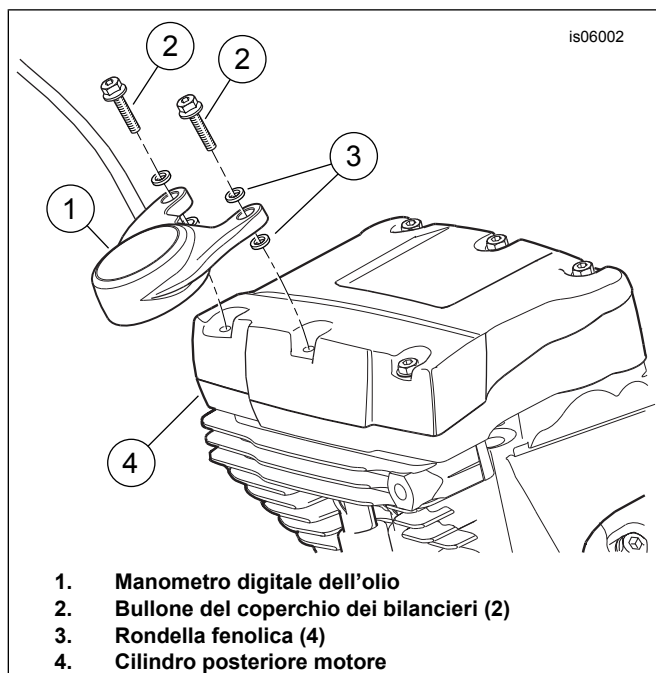

Figura 2. Installazione del manometro digitale dell'olio
5. Vedere Figura 2. Passare al cilindro posteriore del motore (4). Rimuovere ed eliminare i due bulloni posteriori destri del coperchio dei bilancieri (2). Rimuovere il vecchio prodotto frenafiletta dai fori filettati.
6. Prendere dal kit il manometro digitale dell'olio (1), due viti esagonali flangiate e quattro rondelle isolanti (3). Collocare una rondella sulla filettatura di ogni vite. Inserire le viti nei fori di montaggio del manometro come mostrato. Collocare una seconda rondella sulla filettatura di ogni vite.